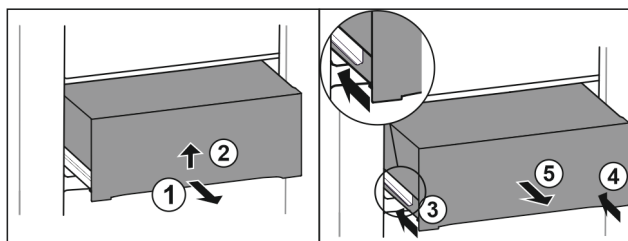

Fig. 26
- Húzza ki félig a fiókot. Fig. 26 (1)
- Az aljánál emelje a fiókot. Fig. 26 (2)
- Tolja be a bal oldali sínt. Fig. 26 (3)
- Tolja be a jobb oldali sínt. Fig. 26 (4)
- Vegye ki a fiókot előre felé. Fig. 26 (5)